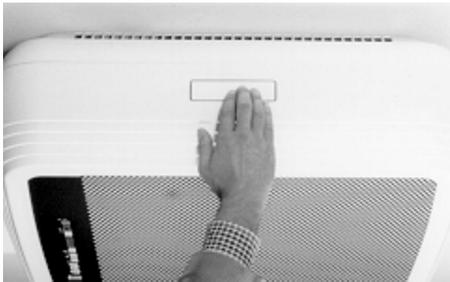

Abb. 13
3. Den Aushakknopf betätigen (Abb. 13).